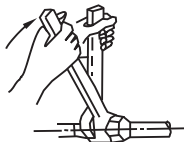

Рис. 30
- Установите соединительный трубопровод в надлежащее положение, заверните гайки руками, а затем затяните их ключом (см. рис. 30).